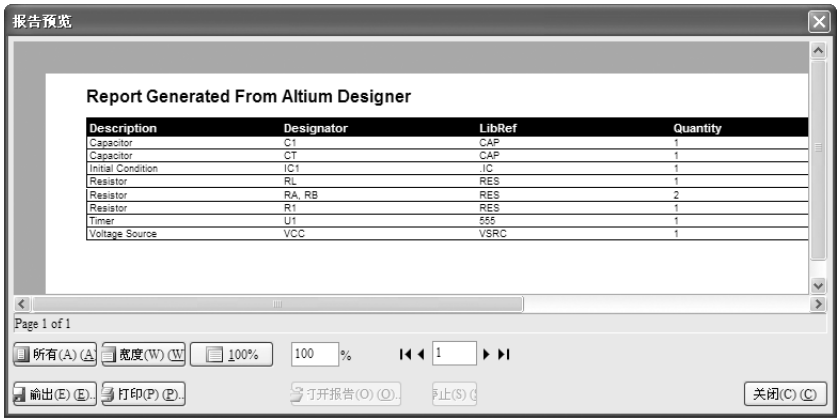

图 4-26 “报告预览”对话框
1) 单击“菜单”按钮，在“菜单”菜单中选择“报告”命令，系统将弹出“报告预览”对话框，如图 4-26 所示。